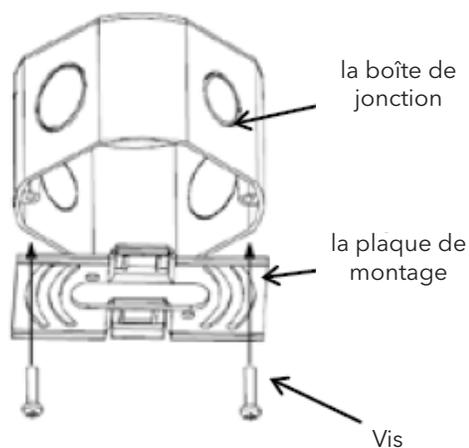

Fig. 1
2. Fixer la plaque de montage (fournie) à la boîte de jonction avec les vis (fournies) [Fig. 1].